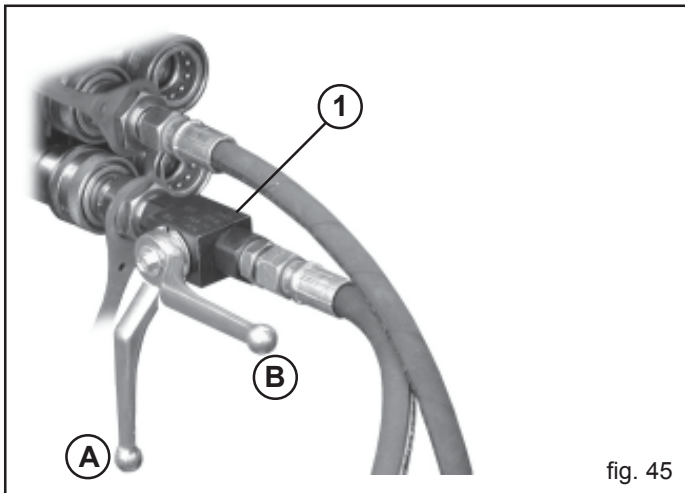

fig. 45
Die Spurreißvorrichtung ist mit einem Ventil ausgestattet, das die beiden Arme abwechselnd betätigt, weshalb nur ein einziger öldynamischer Verteiler des Schleppers verwendet wird. Die öldynamische Druckkölleitung ist mit einem Hahn ausgestattet (1, Abb. 45), der verwendet wird, um den Spurreißerbetrieb auszuschließen. **Beim Transport der Sämaschine auf der Straße muss der Griff des Hahnes sich in Position A (Abb. 45) befinden, um ein unbeabsichtigtes Öffnen des Spurreißers zu verhindern;** bei der Arbeit muss dieser Griff sich dagegen in Position B befinden. Wenn die Anlage nicht verwendet wird, sind die Schnellanschlüsse mit den speziellen Kappen zu schützen und die öldynamischen Schläuche sind in die speziellen Halterungen zu hängen.
- 5) Vor dem Einschalten der Spurreißvorrichtung ist die Sämaschine auf den Boden abzusenken und der Hebel des Hahnes ist in die Position (B) zu bringen (Abb. 45).
- 8) Den Hebel des Hahnes in Position (A) bringen (Abb. 45).